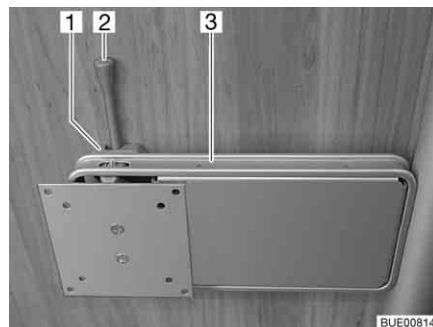

Fig. 63 Support sur colonne
Positionner : ■ Pousser le levier de déverrouillage (Fig. 63,2) sur le côté et pivoter le support (Fig. 63,3) et l'écran plat pour les amener en position souhaitée.
- Pivoter l'écran plat en sens inverse, jusqu'à ce que le support (Fig. 63,3) s'enclenche dans le verrouillage (Fig. 63,1).